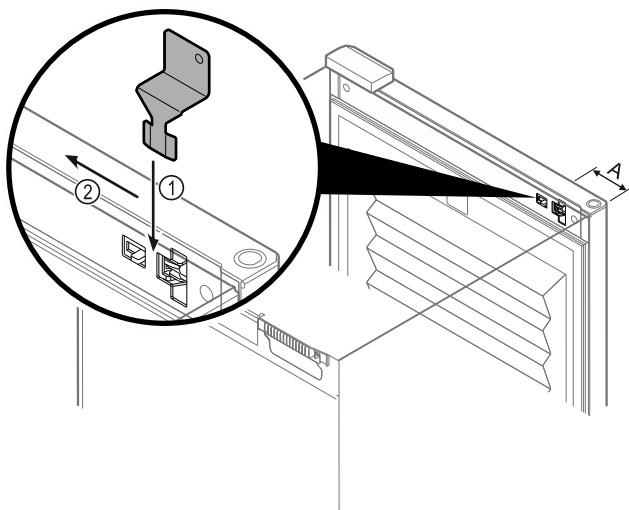

Fig. 218
- Τοποθετήστε το κλειδί έκτακτης ανάγκης στο προβλεπόμενο σημείο Fig. 218 (A) ≈ 100mm.
- Τοποθετήστε το κλειδί έκτακτης ανάγκης ανάμεσα στην πόρτα και στο σώμα της συσκευής από επάνω μέχρι να τερματίσει Fig. 218 (1).
- Τραβήξτε το κλειδί έκτακτης ανάγκης προς την πλευρά των μεντεσέδων Fig. 218 (2).